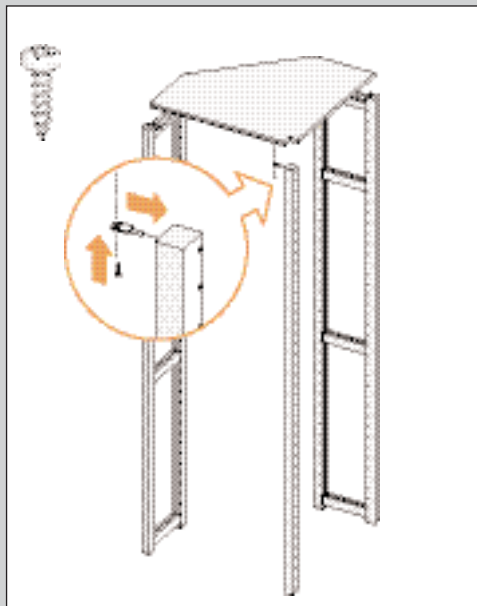

ABBILDUNG 20
3. Halten Sie den Eckständer gegen den oberen Eckboden (Abb. 20).
4. Drehen Sie den Auflageschlag in Höhe des oberen Eckbodens in den Eckständer und befestigen Sie ihn mit einer Schraube (siehe Abb. 20).